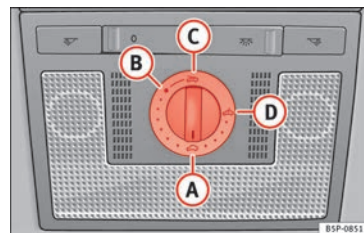

Bild 56 Beskrivning i takfodret: vridknapp för glidande/lutande soltak.
- Vrid vridknappen till läge **A** » **bild 56** » ⚠.